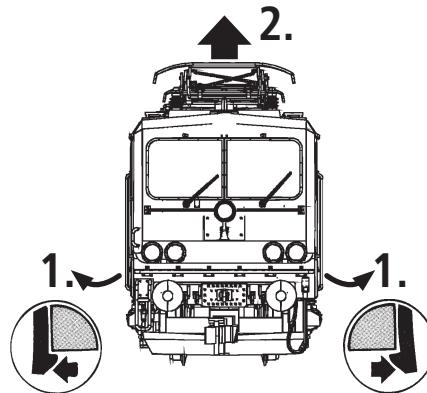

Fig. 3
**2. Schmierung:** Versehen Sie die im Schmierplan in Fig. 5 gekennzeichneten Stellen mit nur **kleinen Öltropfen**. Dazu zuerst das Lokgehäuse abnehmen (Fig. 3). Wir empfehlen den ROCO **Öler Art.-Nr. 10906**. Fürs Schmieren der Getriebeteile (Zahnräder, Schnecke) empfehlen wir das **ROCO-Spezialfett Art.-Nr. 10905**. Im Falle der Schmierung diese Teile **nicht ölen**.
**Mehrzugbetrieb:** Zuerst Lokgehäuse abnehmen (Fig. 3). Danach den Brückenstecker aus der Schnittstelle entfernen (diesen sorgsam aufbewahren). Danach den Stecker des Dekoders lagerichtig einsetzen (siehe Fig. 7).
**2. Lubrication:** Apply **tiny oil drops** to spots marked in fig. 5. Prior to lubrication dismantle locomotive (fig. 3). We recommend using item no. **10906, Roco oiler**. For lubrication the gearparts (e.g. cogwheels, worm) we would recommend our Roco **special grease** (item no. **10905**).
**4. Carbon Brush Changing:** First remove loco body (fig. 3), and then the motor (fig. 9).
**2. Graissage:** N'appliquez **qu'une tout petite goutte** aux endroits indiqués par le plan de graissage (fig. 5) après avoir démonté la caisse de la locomotive (fig. 3). Nous vous recommandons **le graisseur à huile Roco réf. 10906**. Pour graisser les engrenages (roues dentées, vis sans fin) nous vous conseillons la **graisse spéciale Roco réf. 10905** pour engrenages en matières synthétiques. Lorsque vous utilisez cette graisse il faut éviter d'huiler ces composants.
**4. Remplacement des balais du moteur:** Démontez la caisse (voir fig. 3). Démontez ensuite le moteur et échangez le balais (fig. 10).